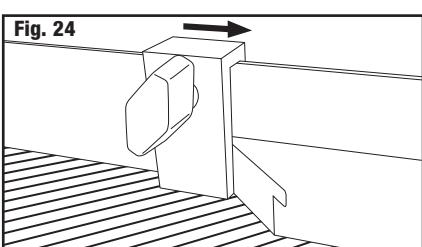

Fig. 24
5. Apriete el topo en la posición deseada en el filo de la moldura. (Fig. 24)